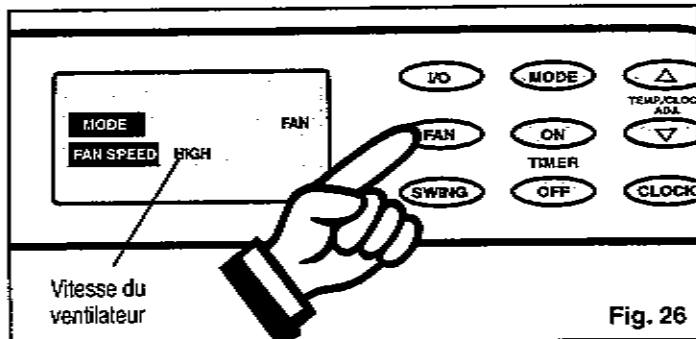

Fig. 26
- 3) Appuyez sur la touche **FAN** pour choisir la vitesse de ventilation de votre choix. Fig. 26. Votre sélection est indiquée sur l'**ACL**. Chaque appui sur la touche de ventilation change la vitesse (High-Med-Low).